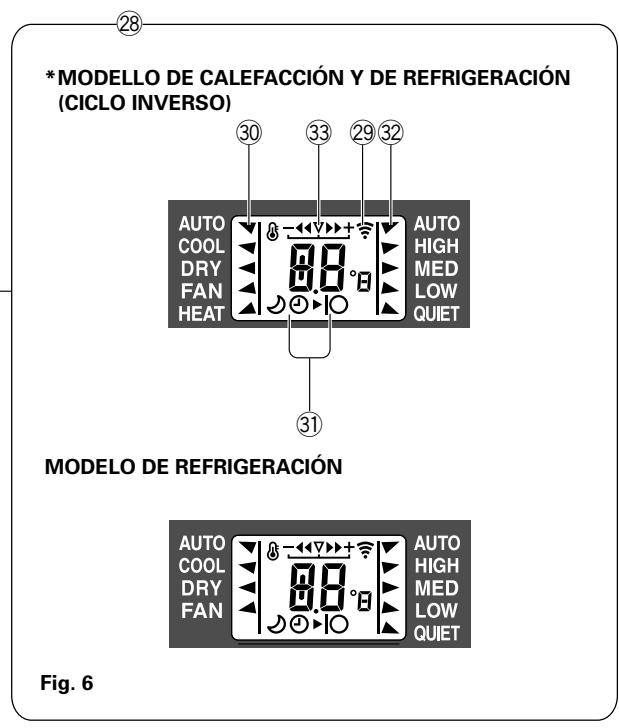

Fig. 6
- ㉘ Pantalla del telemando (Fig. 6)